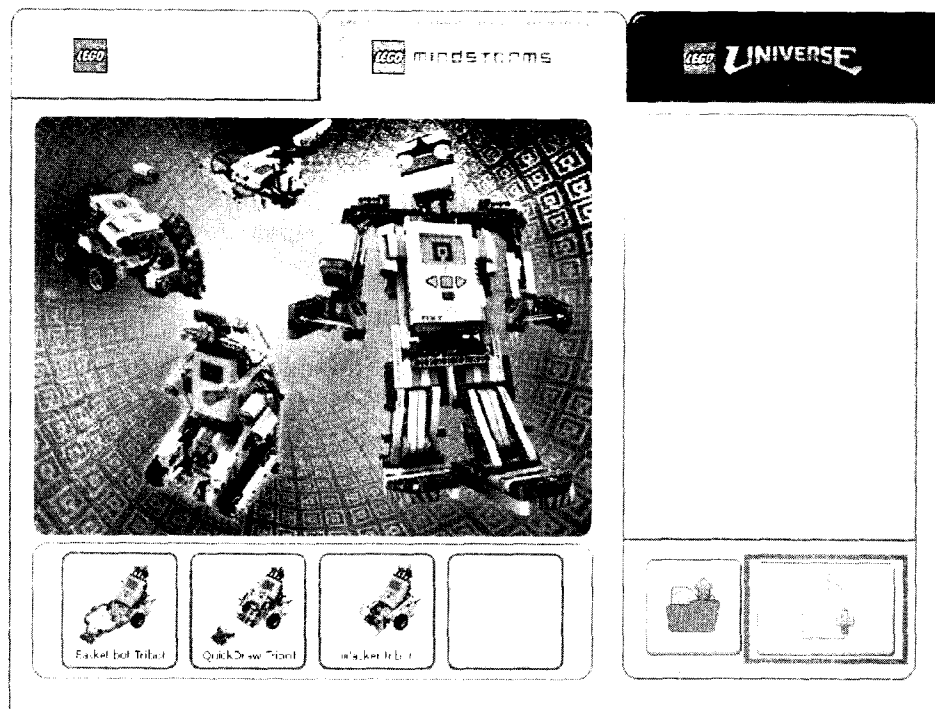

Рис. 55. Окно создания нового проекта
2. Выберите категорию сборки — Мой дизайн, Mindstorms или Creator (в верхней части окна) — и режим Свободное построение (рис. 55).